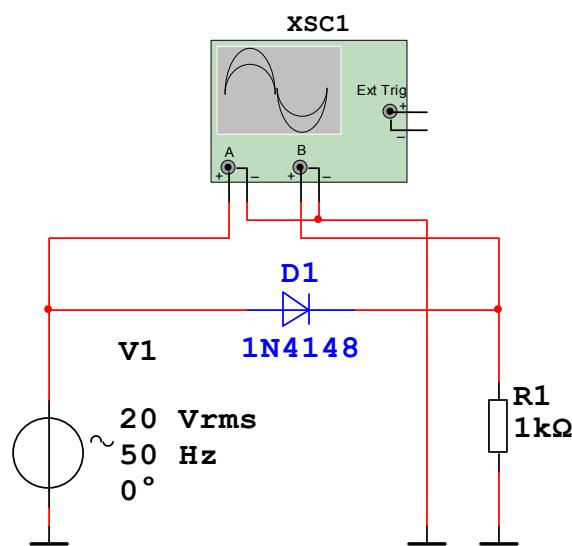
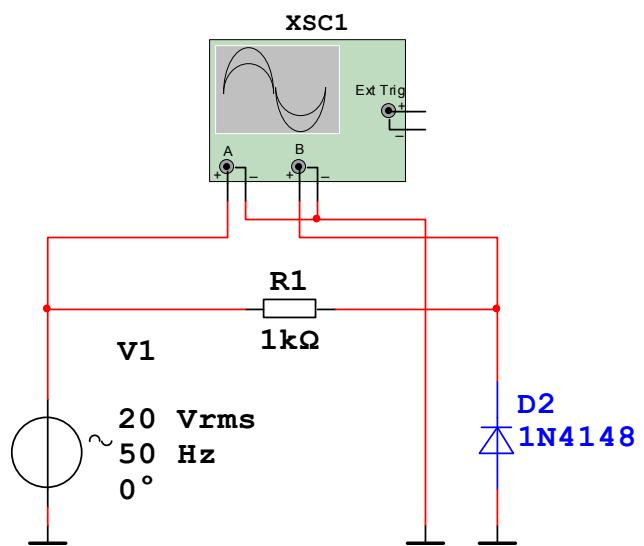

Рис.2.2.
Рис.2.3
2.2.7. Соберите схему, приведенную на рис.2.2. Установите частоту генератора 50 Гц, напряжение 20 В, тип диода тот же, что и в п. 2.2.1. Активизируйте схему и зарисуйте полученные осциллографмы (масштаб по оси X - 5ms/div, по оси Y в каналах A и B - 10V/div).
2.2.9. Соберите схему, приведенную на рис.2.3 и повторите измерения для того же типа диода и стабилитрона аналогично пп. 2.2.7 - 2.2.8.
2.2.3. Постройте графики зависимостей входного и выходных напряжений от времени с экрана осциллографа для схем на рис.2.2 и рис.2.3 (всего 4 графика) в одном масштабе один под другим. Объясните вид полученных зависимостей для каждого типа диода.